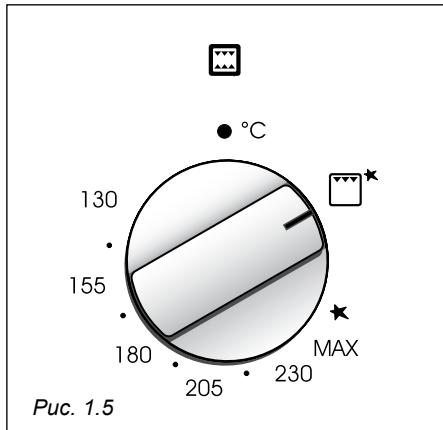

Рис. 1.5
- 2) Вдавите до конца и поверните по часовой стрелке регулятор (Рис. 1.5) до положения .